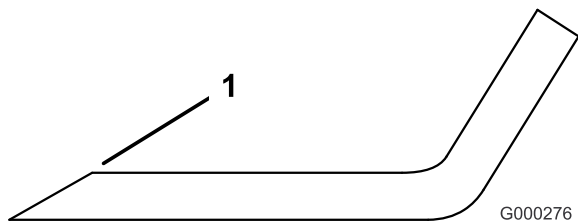

Figura 26
- Utilice una lima para afilar el filo de corte en ambos extremos de la cuchilla (Figura 26).